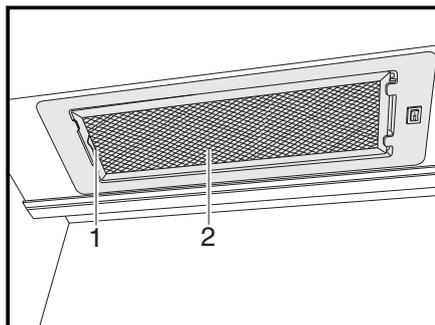

Fig. 148 Campana
- Empujar la palanca (Fig. 148,1) hacia dentro.
- Quitar el filtro (Fig. 148,2) tirando hacia abajo.